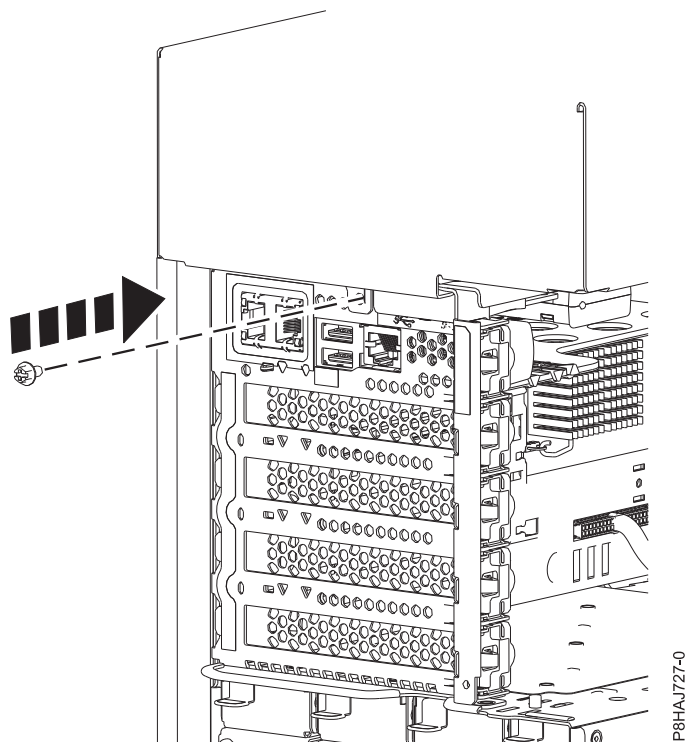

Figure 26. Installation de la vis capot latéral du 8286-41A
5. Installez la vis arrière du capot latéral à l'aide d'un tournevis cruciforme, comme illustré figure 26, à la page 41.